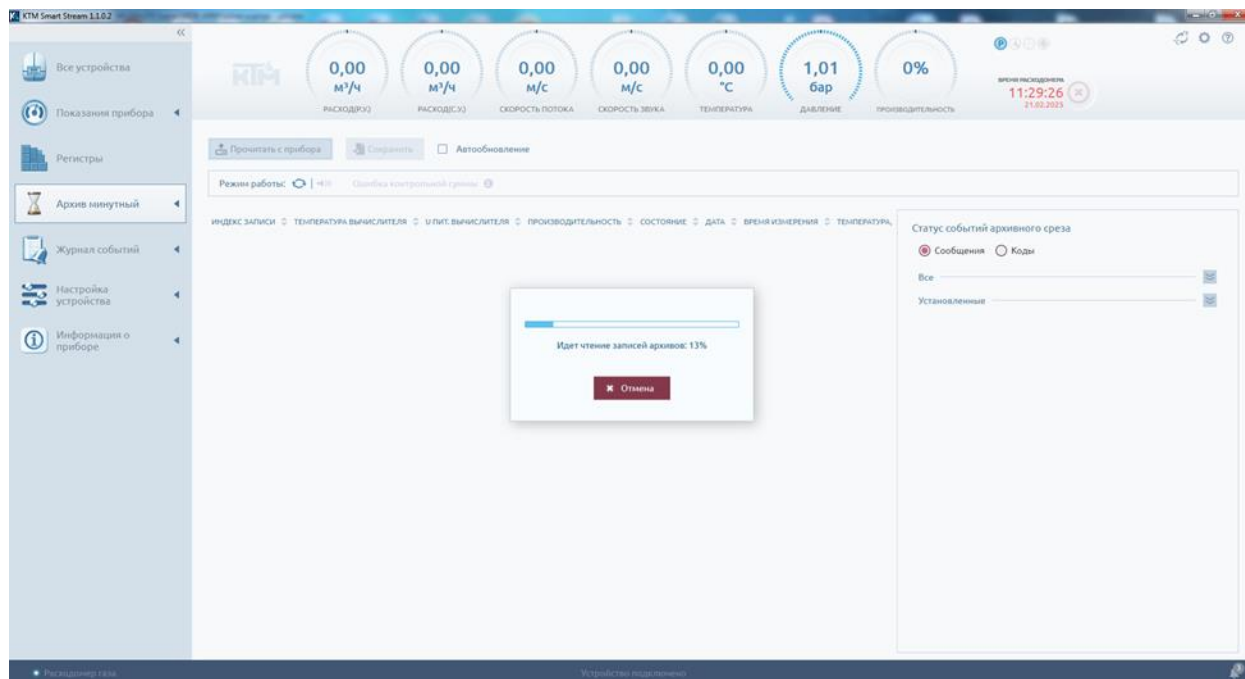

Рисунок 60 – Процесс чтения минутного архива.
3.13.5.2 Для прочтения данных с расходомера в появившемся окне необходимо нажать кнопку «Прочитать с прибора». При этом появится окно загрузки данных, которое в динамическом режиме отображает состояние процесса (рисунок 60).